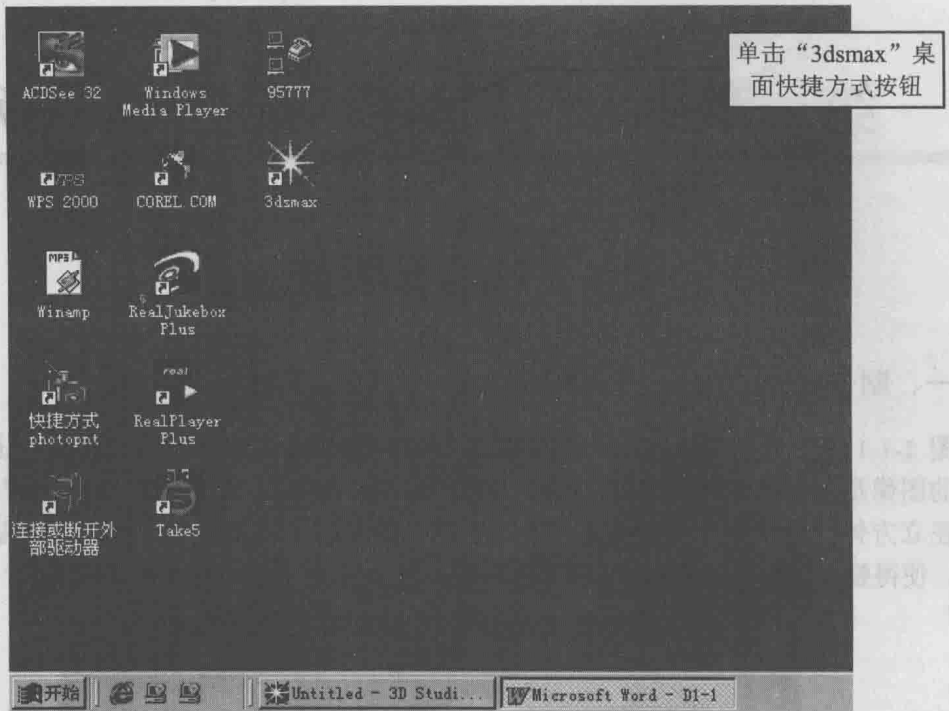

图 1-1-2
(1) 单击“Windows”桌面上的“3dsmax”桌面快捷方式按钮，启动“3dsmax3.0”程序，如图 1-1-2。